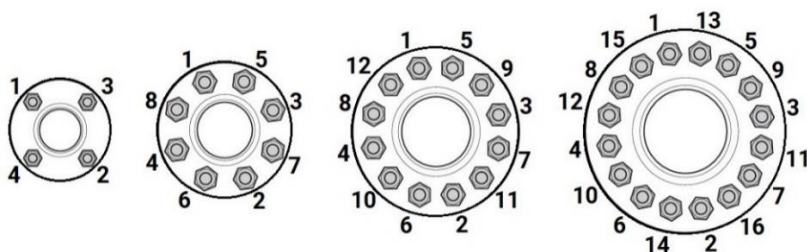

Рисунок 9 – Порядок затяжки крепежных болтов/шпилек
5.21. Далее, при открытом положении ЗДПМ, производится окончательная затяжка шпилек/болтов по перекрестной схеме (см. рис. 9). Рекомендуемые моменты затяжки указаны в таблице 6.